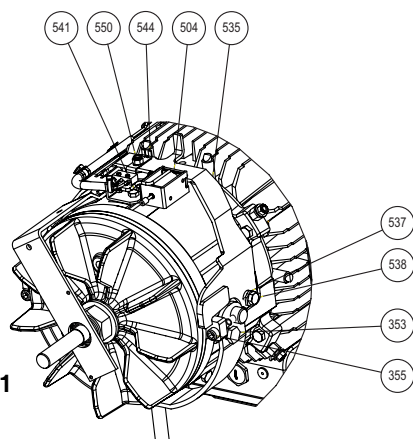

Fig. 1
Fig. 1 : Effectuer les opérations suivant § 3. Vérifier qu'il est débranché. Défaire la connectique dans la boîte à bornes ; dévisser **rep. 541** pour libérer l'électroaimant **rep. 504** ; la lever pour la désengager de l'étrier **rep. 535**.
4.3 - L'électro-aimant (**Fig. 1**)